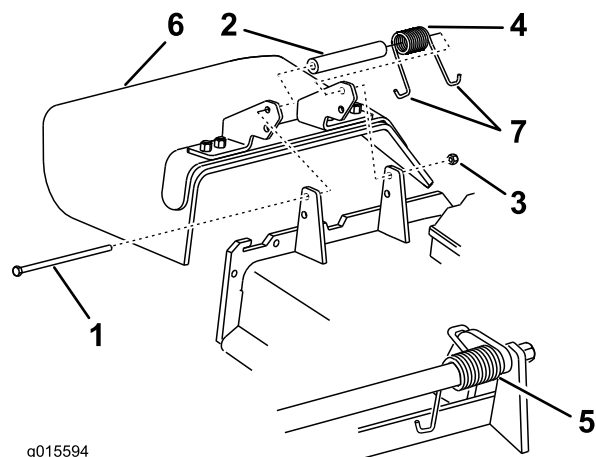

Figura 42
1. Togliete il dado di bloccaggio, il bullone, la molla e il distanziale che fissano il deflettore di sfalcio alle staffe orientabili del piatto (Figura 42). Togliete il deflettore di sfalcio se è danneggiato o consumato.
Nota: Verificate che un'estremità a gancio J della molla si trovi dietro il bordo del piatto di taglio prima di montare il bullone illustrato nella Figura 42.
3. Montate il bullone e il dado. Infilate l'estremità a gancio J della molla attorno al deflettore dello sfalcio (Figura 42).